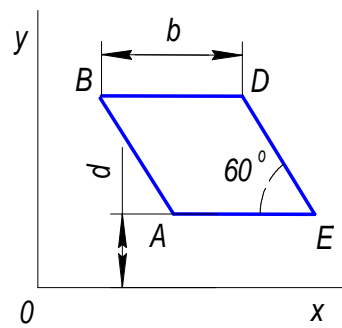

Рис.1.35
1.43. Однородная пластина $ABDE$ имеет вид ромба со стороной $b = 0,2$ м. Определить координату y_C центра тяжести ромба, если расстояние d от основания AE до оси Ox равно $0,1$ м (рис.1.35)